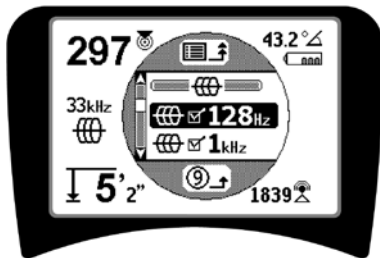

Figuur 14: highlighten van een gewenste frequentie (128 Hz)
2. **Selecteer de gewenste frequentie met behulp van de pijltjestoetsen (omhoog/omlaag)** (figuur 14). In dit voorbeeld wordt een frequentie van 128 Hz geactiveerd.